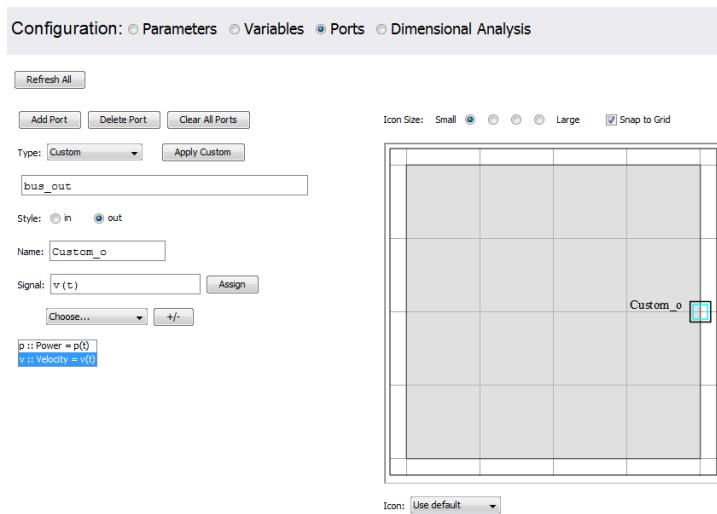

図6.10 カスタムポートの使用
14. このセクションの下部にあるドロップダウンメニューとリストボックスを使用して、Power 変数を $p(t)$ に、Velocity 変数を $v(t)$ に割り当てます。図6.10 「カスタムポートの使用」 に、テンプレートの完成したポートセクションを示します。